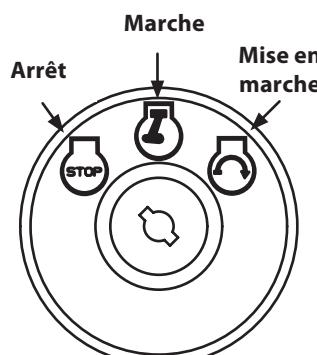

Figure 5-1
4. Déplacez le levier de changement de vitesses à la position neutre (N).
7. Tournez la clé dans le sens des aiguilles d'une montre, jusqu'à la position « START » (Démarrage). Quand le moteur tourne, lâchez la clé. Elle reviendra à la position « RUN ». Voir Figure 5-1.